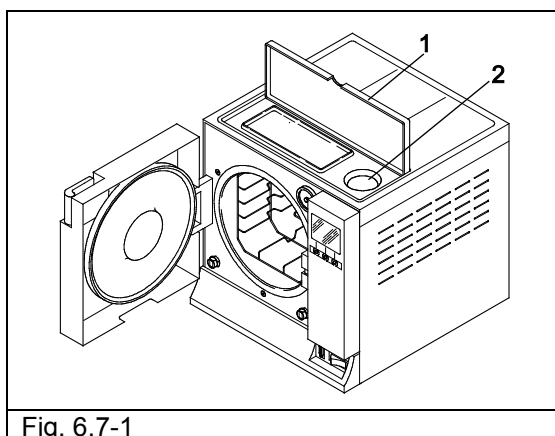

Fig. 6.7-1
2. Den oberen Deckel (1 von Abb.6.7-1) öffnen, und von Hand das destillierte Wasser durch die eigens vorgesehene Öffnung einfüllen (2 von Abb.6.7-1), und zwar so viel wie in Kap. 5.3 "Technische Daten" angegeben ist. Das Wasser kann auch über das Entionisierungsgerät (Optional, Appendix 10) zugeführt werden. Für die Installation dieses Optionals, die entsprechende Gebrauchsanweisung "Aquafilter", das mit dem Entionisierungsgerät geliefert wird, lesen.
3. Nach erfolgtem Befüllen, das auch durch die seitlich der Öffnung befindliche Füllstandanzeige (2 von Abb.6.7-1) überprüfbar ist, erscheint auf dem Display die Bildschirmseite:
2. Den Frischwassertank durch die eigens vorgesehene Öffnung (2 von Abb.6.7-1) mit sauberem Wasser auffüllen.